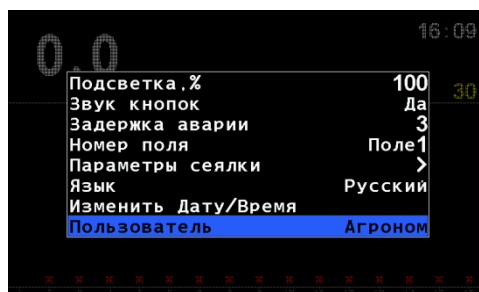

Рисунок 24
5. Кнопками "Вверх" и "Вниз" выбрать пункт меню "Пользователь" (см. "Рисунок 24"). Кнопками "Влево" и "Вправо" выбрать "Агроном" и нажать кнопку "Меню". В появившемся окне ввести